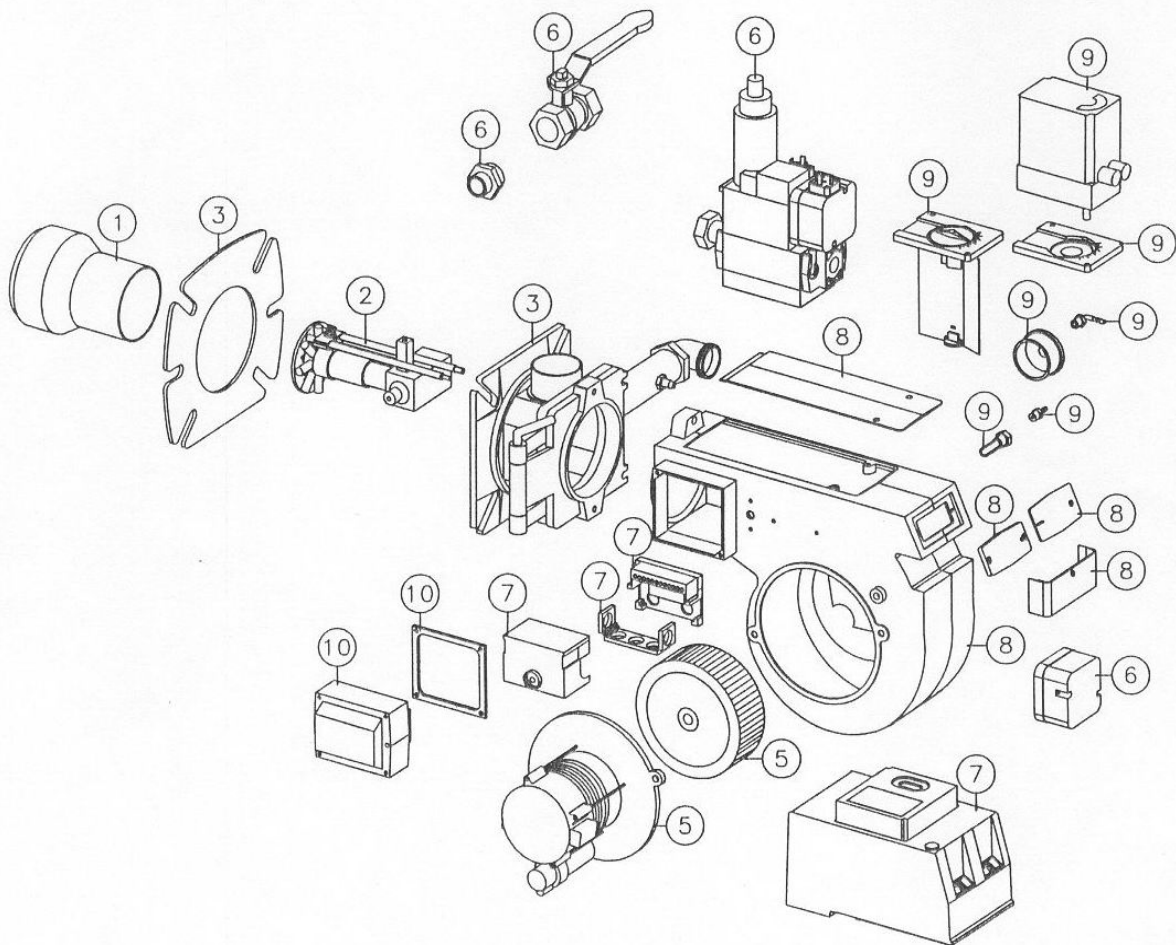

Рис.1
- Установите стальную трубку (зонд) в камеру сгорания или дымоход (как это показано на рис.1).